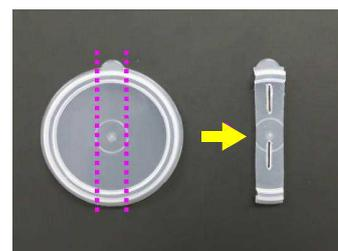

図2 電極ホルダーの作製
- (1) 素焼き鉢に水抜き穴が開いている場合は、耐水性の接着剤(ホットボンド)等で穴を塞ぐ。
- (2) タッパーの蓋を中心を通るように幅1cm程度切り取り、切り取ったものに銅板と亜鉛板を差し込むための切り込みを入れる。素焼き鉢を固定することにより、電極ホルダーの役割を果たすようにした(図2)。